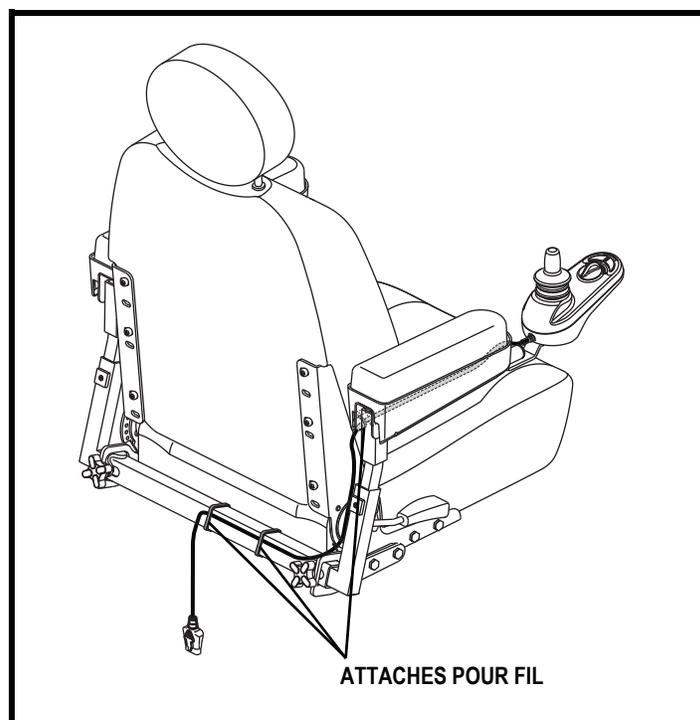

Figure 12. Câble sécurisé
11. Fixez le câble du contrôleur sous l'accoudoir avec des attaches pour fil. **Voir la figure 12.**